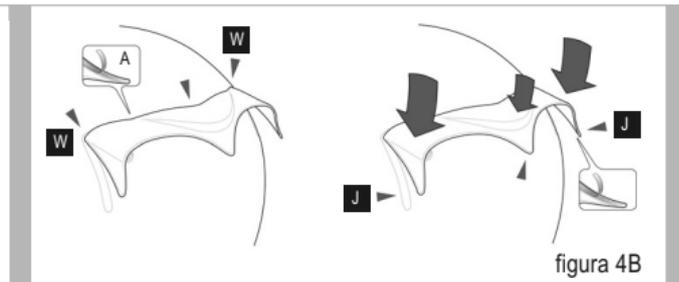

figura 4B
**Remontagem** ver figura 4B
O spoiler traseiro deve estar posicionado no compartimento apropriado na parte traseira do casco, tendo o cuidado de fazer aderir os rebordos laterais e superior do spoiler às nervuras (ver figura 4B). Remover o revestimento de proteção (A). Posicionar a peça no casco na posição correta exercendo uma pressão uniforme sobre os rebordos; executar esta operação da parte frontal (W) para a parte traseira (J) e nunca ao contrário. Durante a aplicação, evitar tocar o bi-adesivo com os dedos. A remoção e o sucessivo reposicionamento da peça reduzem a eficácia do adesivo. A adesão é imediatamente eficaz; o desempenho máximo do bi-adesivo consegue-se 24 horas após a aplicação. Não utilizar o capacete neste período de tempo.